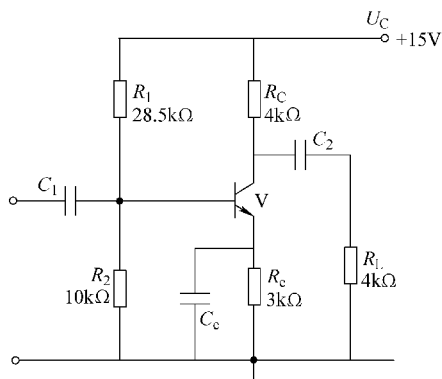

图 3-18 某晶体管电路
1. 图 3-18 中晶体管 V 的 $\beta = 50$ 。求：